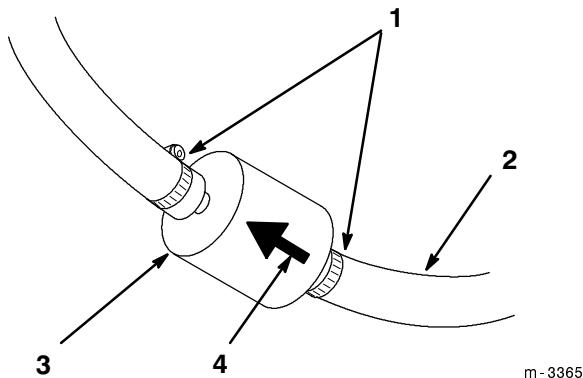

Abbildung 40
4. Die Enden der Schlauchklemmen zusammendrücken und die Klemmen vom Filter weg schieben (Abb. 40).